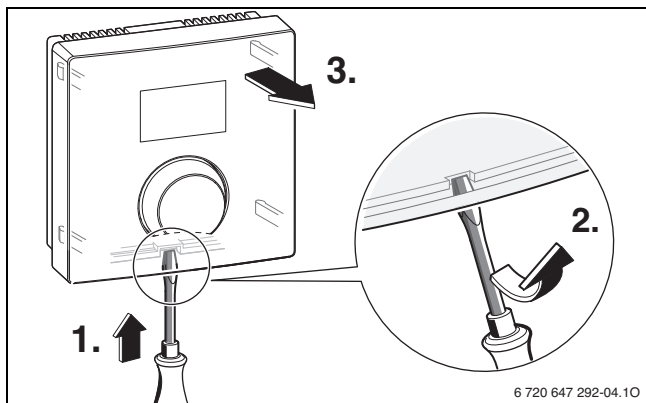

Fig. 3
- ▶ Monter le module de commande (→ fig. 3 et 4, page 17).